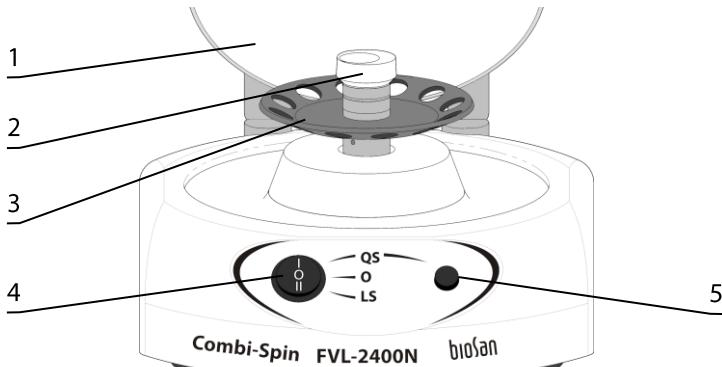

Рисунок 2. FVL-2400N
- 5.2.2. **Быстрое центрифугирование.** Откройте крышку (рис. 2/1). Вставьте пробирки в ротор, соблюдая равновесие. Закройте крышку. Переведите переключатель питания (рис. 2/4) в положение **I (QS)**. Нажмите и держите нажатой кнопку **QS** (рис. 2/5) для центрифугирования. После отпускания кнопки ротор останавливается. Переведите переключатель питания в положение **O** (выключено), откройте крышку и извлеките пробирки.
- 5.2.3. **Вортексирование.** Уберите все пробирки из ротора и закройте крышку. Переведите переключатель питания в положение **I (QS)**. Мягко держа пробирку за верх, прижмите низ пробирки к углублению головки вортекса (рис. 2/2). Для вортексирования, нажмите и держите нажатой кнопку **QS**. После отпускания кнопки ротор останавливается. Переведите переключатель питания в положение **O**.